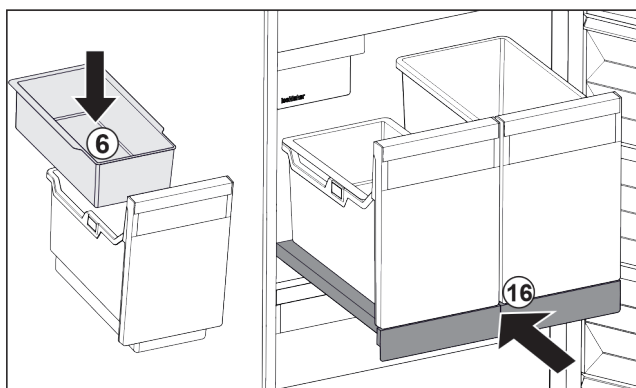

Fig. 176
- ▶ Sæt holderen i døren Fig. 176 (6) til isterninger i.
- ▶ Skub udtrækshylden med beholderne (IceTower) ind. Fig. 176 (16)